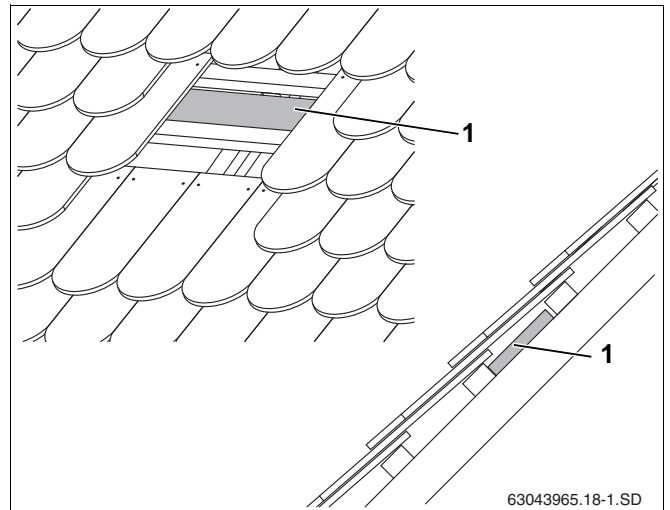

Fig. 16 Montering af brædder/bjælker, ved behov
Afhængigt af tagkrogens positioner (tab. 5 og tab. 6, side 14) skal der evt. anbringes bæredygtige brædder/bjælker på spærene (kontralægterne skal stå fri) (fig. 16, **pos. 1**), så tagkrogen kan monteres mellem spærene.